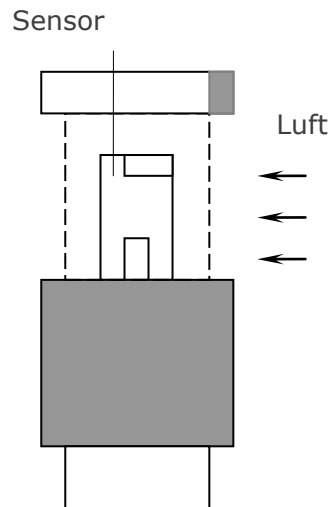

Fig.4
5. Schieben Sie die Sensor Abdeckung nach unten So das die Luft durch den Sensor strömen kann., refer Fig.2. Ziehen Sie die Teleskopstange soweit heraus wie benötigt. refer Fig.4.